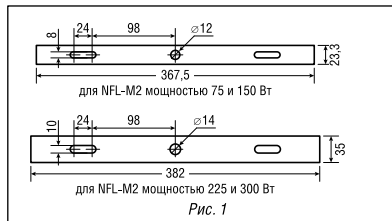

Рис. 1
1. Прожектор устанавливают на поверхности при помощи поворотной лиры с тремя отверстиями, *Рис. 1*.